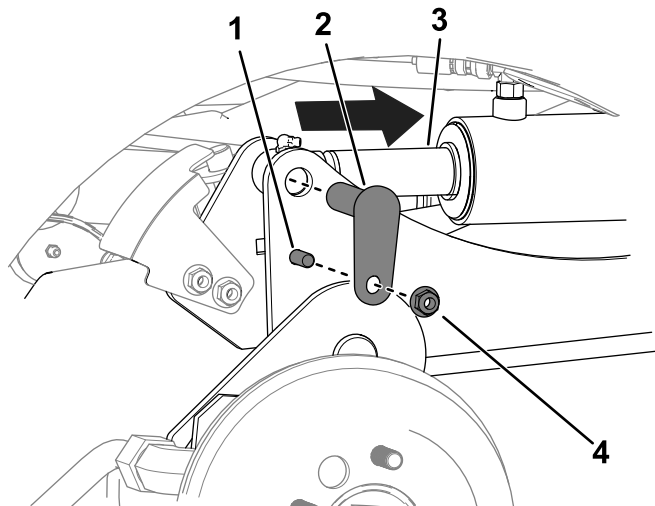

Figura 11
C. Utilizai un poanson pentru a alinia orificiile tijei cilindrului cu orificiile braului de ridicare (Figura 11).
D. Utilizai 2 uruburi ($\frac{3}{8} \times 1\frac{1}{4}$ "), 2 piulie ($\frac{3}{8}$ ") și 2 tifturi mici pentru a fixa braele de ridicare la cilindri (Figura 11).